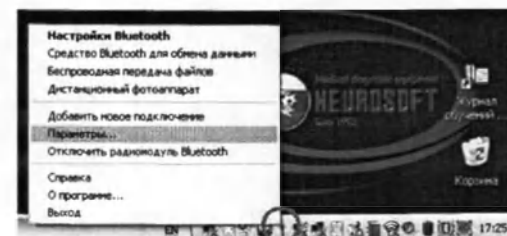

Рис. 6
3. Измените уровень безопасности подключения Bluetooth, щелкнув правой кнопкой мышки по значку «Bluetooth», и выберите команду меню **Параметры...** (рис. 6).